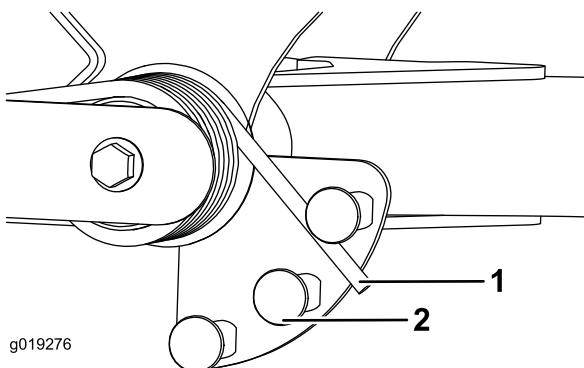

Figura 33
- Coloque un tubo u otro objeto similar sobre el extremo largo del muelle y gírelo alrededor del actuador del muelle a la posición deseada (Figura 33).